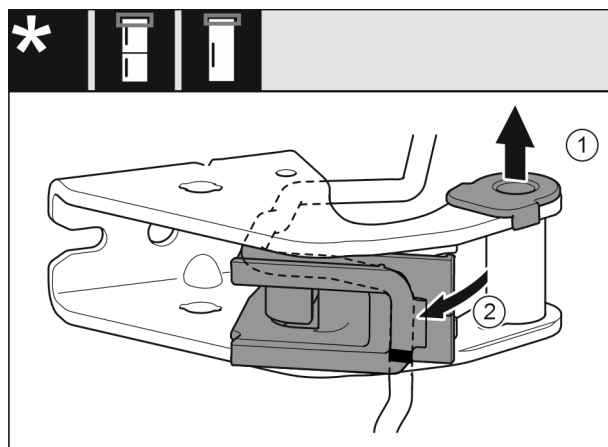

Fig. 26
- ▶ Lagerbuchse aus Führung ziehen. *Fig. 26 (1)*
- ▶ Kabelhalterung ausschwenken. *Fig. 26 (2)*